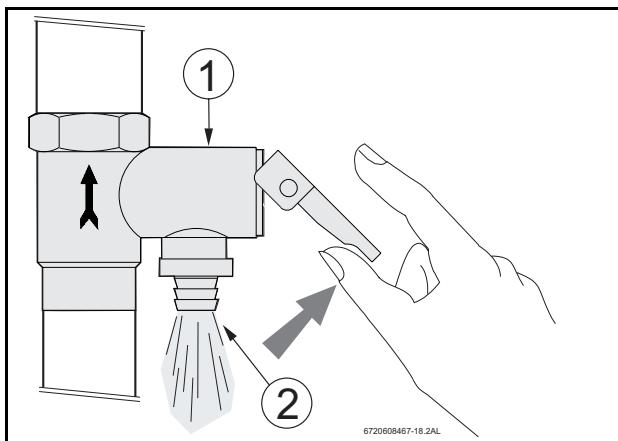

Fig. 14 Purga
- ▶ Actue manualmente a válvula de segurança pelo menos uma vez por ano (ver Fig. 14).
- ▶ Abrir uma torneira de água quente e actuar a válvula de segurança, ver Fig. 14.
- ▶ Actue a válvula de segurança (ver Fig. 14).